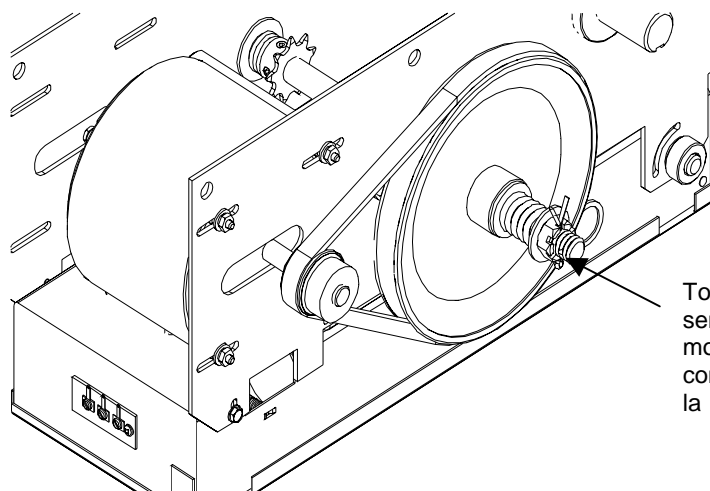

Figure 24 Réglage de l'embrayage
1. On règle l'embrayage en tournant l'écrou situé à l'extrémité de l'arbre d'entrée côté poulie 7po. (Figure 24).